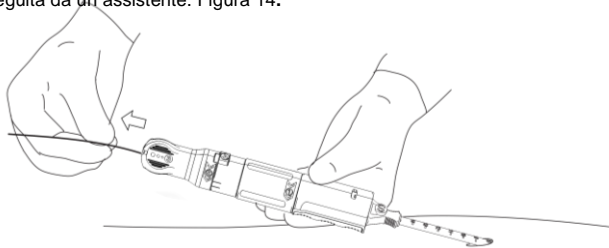

Figura 14. Rimozione del filo guida
- a. Individuare l'indicatore contrassegnato con il numero '3' e rimuovere completamente il filo guida dal dispositivo di chiusura PerQseal® e dal paziente. La rimozione del filo guida può essere eseguita da un assistente. Figura 14.